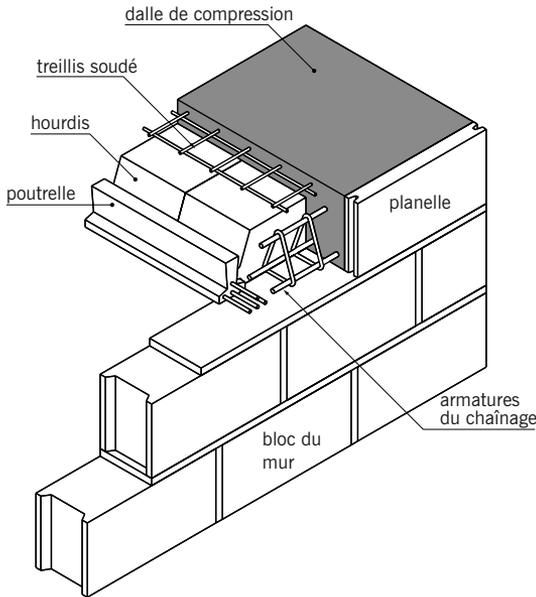

fig. 4.14
■ Le **chaînage horizontal** ou **chaînage périphérique** (fig. 4.14) : ouvrage en béton armé constitué d'armatures filantes, situé au niveau de chaque plancher préfabriqué et ceinturant le bâtiment comme une chaîne. Le chaînage horizontal assure la stabilité de la construction en reliant les murs et les planchers entre eux. Il réduit également les risques de fissuration.